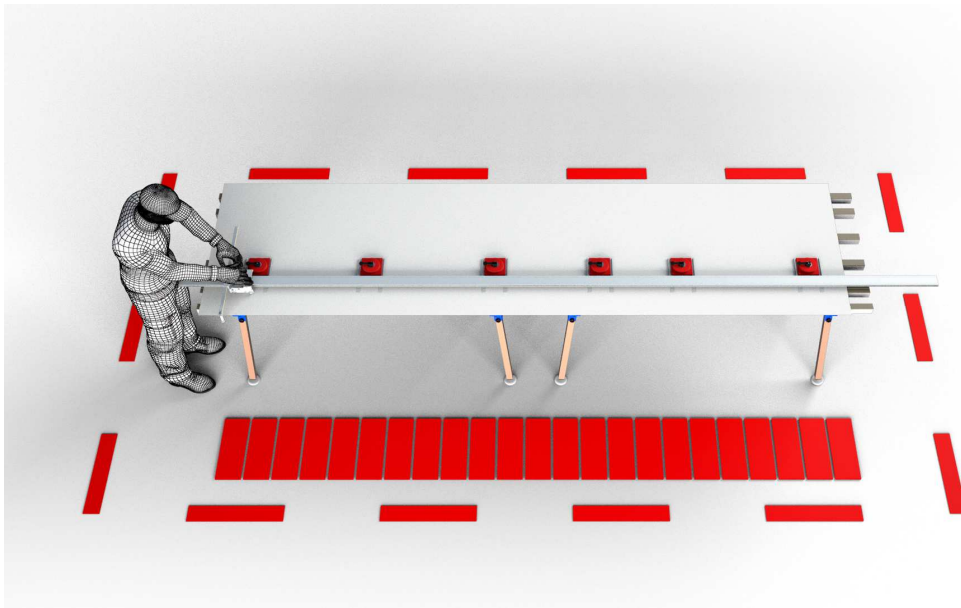
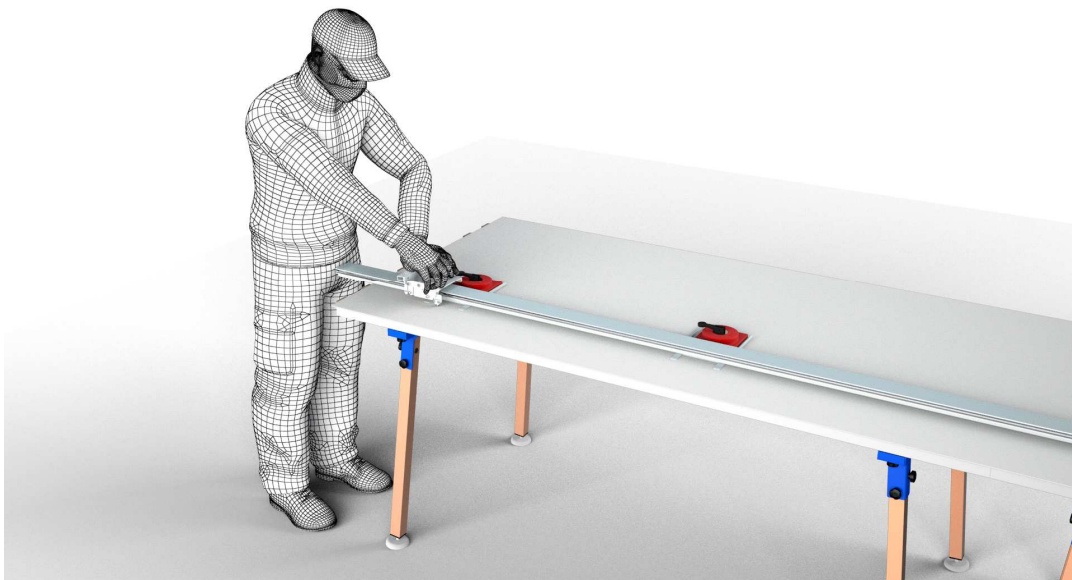

Fig. 6.1 Zone de travail de l'opérateur.
Fig. 6.3 Fonction de la machine
La machine doit être positionnée de façon à respecter les distances minimum indiquées sur la figure 6.1 « Espace prévu ».
La machine doit être placée dans un espace prévu à cet effet et assurant à l'opérateur une liberté de mouvement pendant l'utilisation de celle-ci. En ce sens, est considérée appropriée une position prévoyant un espace libre autour de la machine égal au moins à un mètre sur chacun des 4 côtés de la machine. Pendant l'utilisation, l'opérateur devra se déplacer le long du guide (voir fig.6.1), en tenant dans une main la poignée de l'appareil et en posant l'autre main sur le chariot (voir fig.6.3).
9. Effectuer la coupe de façon rapide et constante, en appuyant avec une main sur la molette et l'autre sur le chariot de la façon indiquée sur la figure 6.3.